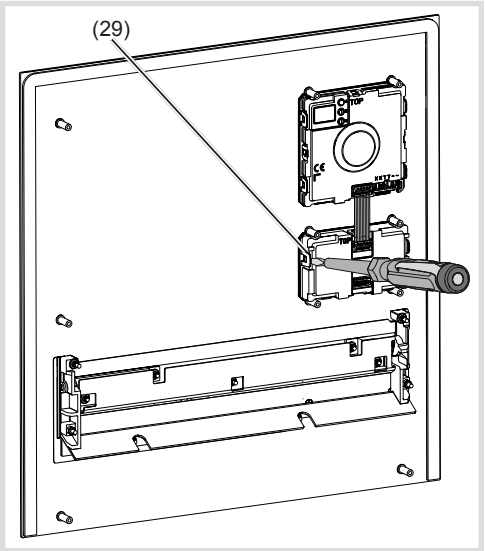

Bild 19: Ruftaster-Modul Einsatz entriegeln
- (27) Schrauben
- (28) Modul-Halterung
- Zur Modul-Entnahme die seitlichen Haltetaschen (29) der Modul-Halterung durch vorsichtiges Hebeln mit einem Schraubendreher entriegeln (Bild 19).